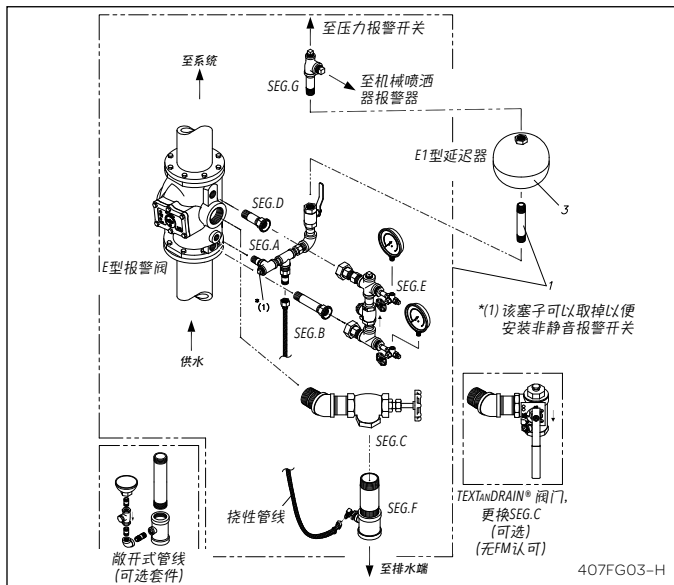
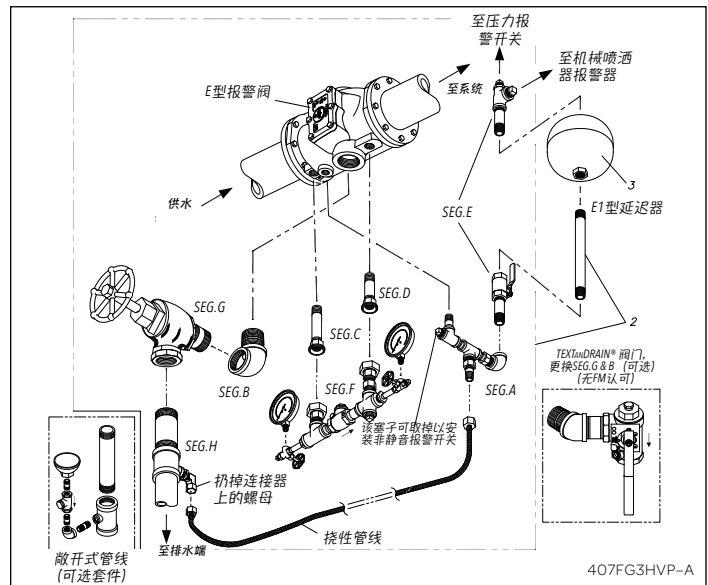

图3 - 可变压力竖直安装
图5 - 可变压力横向安装
7. 扳动2"（50毫米）三通管，装上“F”部分密封。令管道接头朝向报警阀后面。用提供的挠性管（项目11）将项目26（报警管线排水口）连接到排水管线中的项目27。注：管线不得打结。注：敞式管线路排水套件为选配，单独购买，可替换F部分（图3）及H部分（图5）。
• 横向安装 (图5、6、8)
遵循上述竖直安装类似的顺序，可参见图5、6了解图解说明。
铰销（8）上阀瓣（4）的移动会露出底座（3）中的凹槽，令水流通过凹槽进入报警管线出口，达到报警管线（图5）。
### 可变压力 (图3和5)